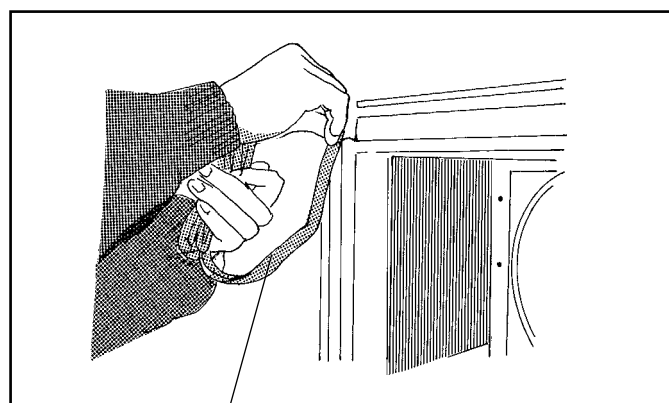

Fig. 1
1. Monter de medleverede tætningslister på den ene blokramme. Se fig. 1 og 2.